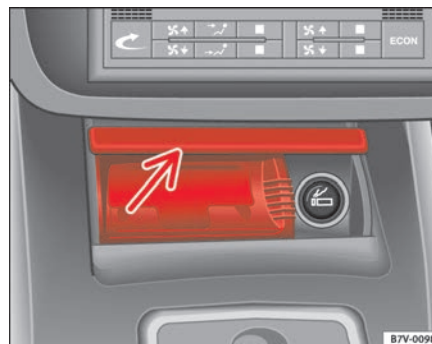

Abb. 109 Aschenbecher vorne
- Zum Öffnen schieben Sie die Abdeckung ⇒ Abb. 109 (Pfeil) des Aschenbeckers nach vorne, bis sie einrastet.
- Öffnen Sie den Aschenbecher ⇒ Seite 142, Abb. 109.